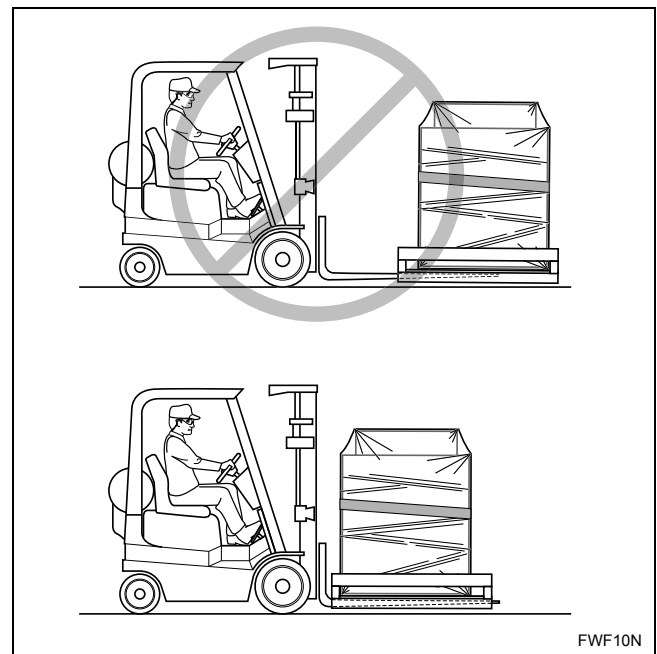

Figura 3
2. Ajuste los brazos del montacargas a su máxima longitud y ancho y luego introdúzcalos totalmente debajo del centro del patín. Consulte la *Figura 3*.